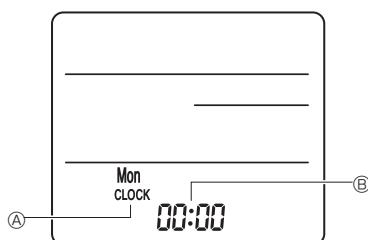

Fig. 6-8
3) Innstilling (klokkeinnstilling) (Fig. 6-8)
- Sett inn batteriene eller trykk på **CLOCK**-knappen med noe skarpt. [CLOCK] (klokke) ④ og [:] ⑤ blinker.
- Trykk på **RESET** ⑥-knappen med noe skarpt.
- Trykk på **↑** ⑦-knappen for å angi klokkeslettet.
- Trykk på **DAY** ⑧-knappen for å angi dag.